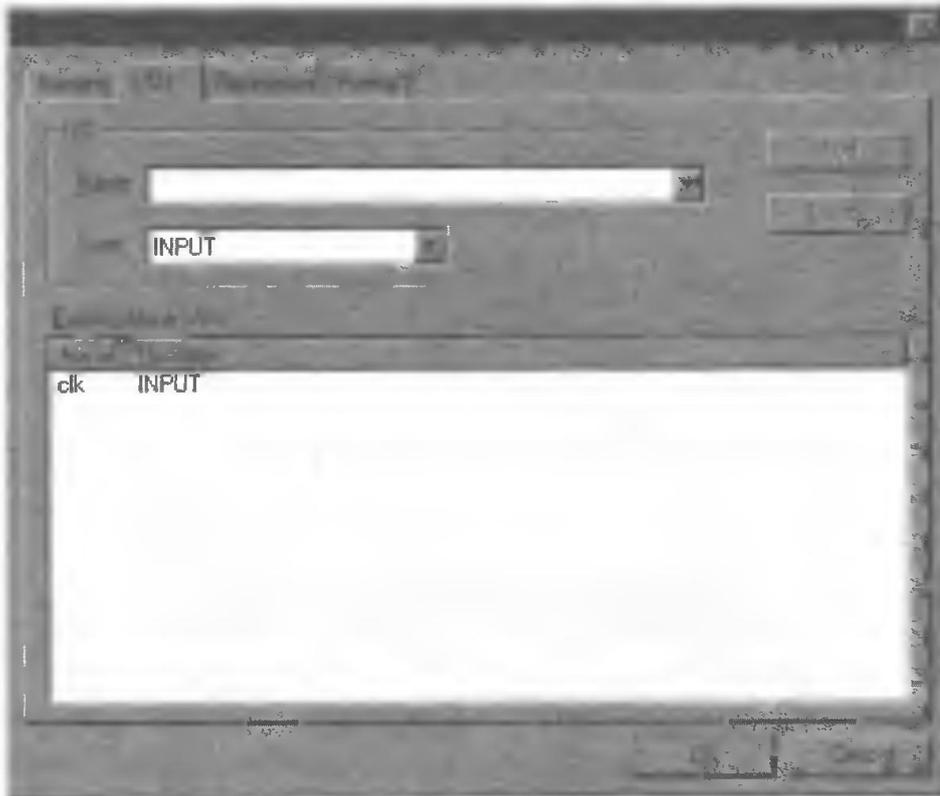

Рис. 3.12
9. Нажмите кнопку **Add** (добавить) — вывод с именем clk появится в списке выводов блока **Existing block I/Os** (существующие входы/выходы блока) (рис. 3.12).